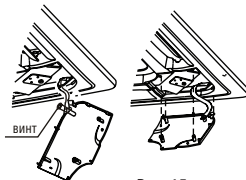

Рис. 15
- а) Прикрепите провод монтажной заглушки к болту на ней (рис. 15, слева).
- б) Прикрепите заглушки к панели, слегка надавив на нее (рис. 15, справа).